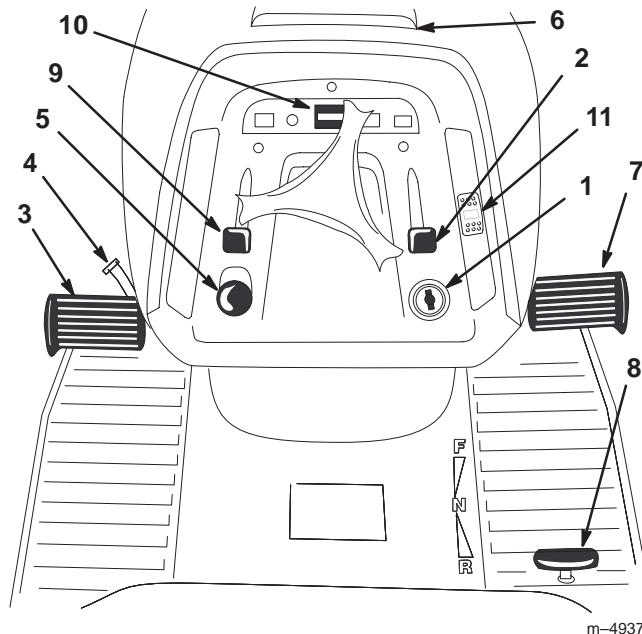

Bild 2
Machen Sie sich mit den Bedienungselementen (Bild 2) vertraut, bevor Sie den Motor anlassen und die Maschine bedienen.
1. Drücken Sie das Bremspedal (Bild 2) herunter und halten es in der gedrückten Position.
2. Drehen Sie den Feststellbremshebel (Bild 2) gegen den Uhrzeigersinn und nehmen den Fuß nach und nach vom Bremspedal. Das Bremspedal sollte in heruntergedrückter (gesperrter Position) bleiben.
1. Drücken Sie das Bremspedal (Bild 2) herunter. Der Feststellbremshandhebel sollte sich lösen.
2. Drücken Sie den Tempomat-Schalter in die Ein-Stellung (Bild 2).
Der Betriebsstundenzähler befindet sich auf dem Instrumentarium (Bild 2). Der Zähler zeigt die Gesamtbetriebsstunden der Maschine an.